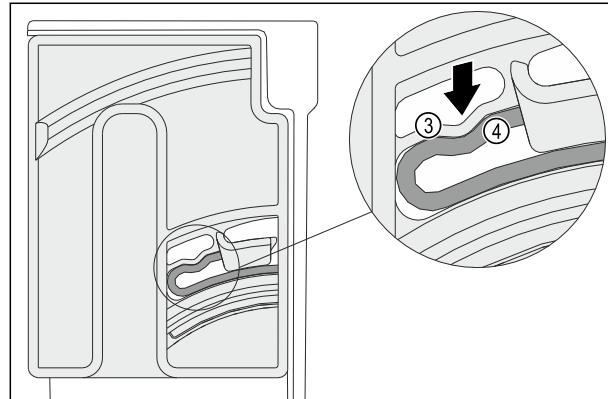

Fig. 147
- ▶ 旋转单元的弹性元件 Fig. 147 (3) 卡入圆弧形滑条 Fig. 147 (4) 中，发出咔哒声。